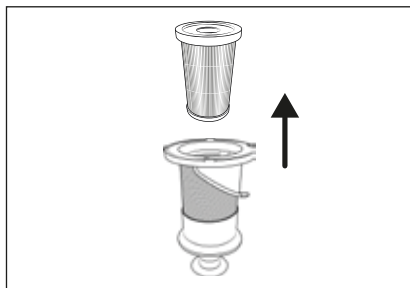

Fig. 19
- 4) Retirez le filtre HEPA ④ du filtre en acier inoxydable ⑤, en saisissant l'ouverture du filtre HEPA ④ et en le sortant du filtre en acier inoxydable ⑤ (voir fig. 19).